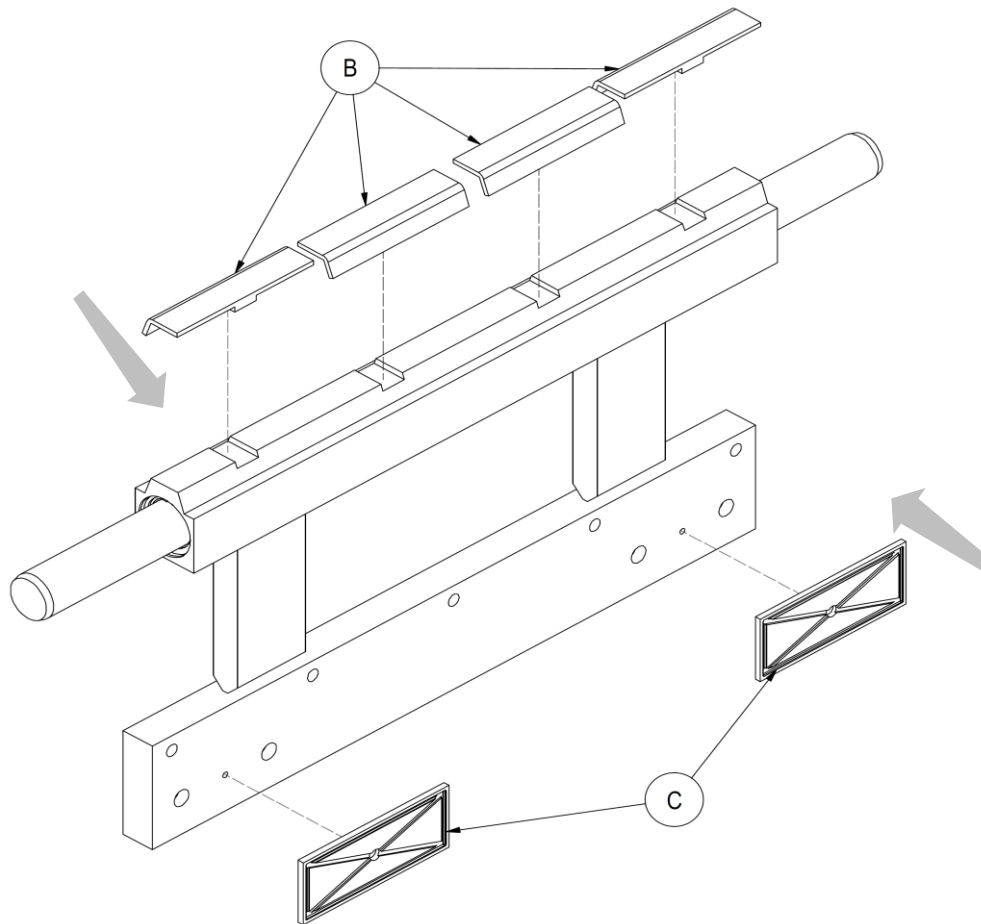

Abbildung 4
8. Setzen Sie die oberen **B** und unteren **C** Gleitstücke in die vorgesehenen Sitze (siehe *Abbildung 4*).
9. Fetten Sie das Unterteil des beweglichen Rahmens ein, auf dem die unteren Gleitstücke **C** gleiten werden (siehe *Abbildung 4*).